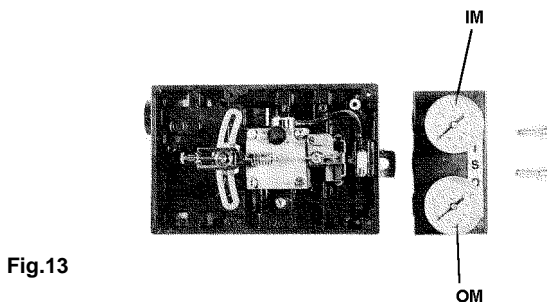

Fig.13
7. Ensemble de manomètres (Fig.13)